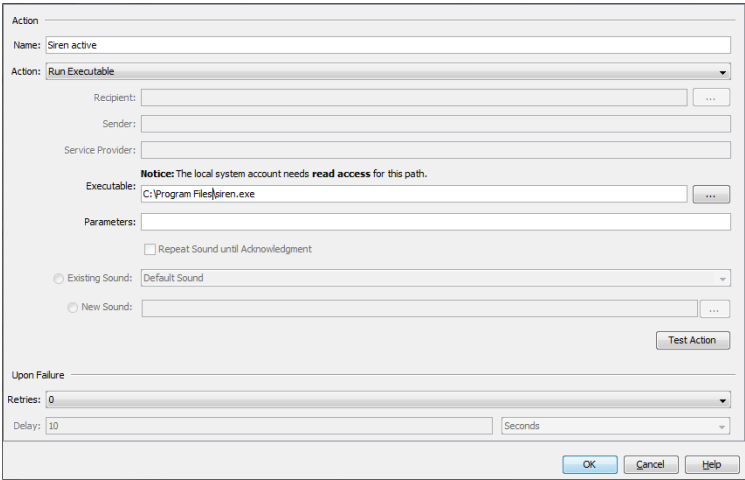

图 80: 配置 C > 选项 P > 基础 > 事件动作 > 操作，用于用户程序 “siren.exe” 的 “Execute program”（执行程序）操作的示例
- ▶ 执行程序（参见“在 Windows 系统下安装”中的注释）。在下图（参阅图 80）中，您将看到诸如“siren.exe”等用户程序。